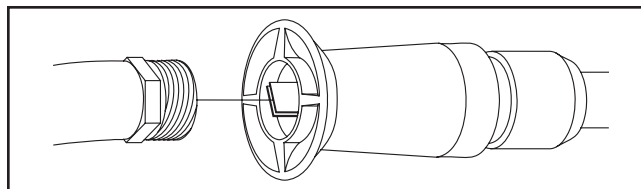

Figura 19 — Suministrar flujo de agua a la boquilla
- Usando una manguera de jardín, remueva cualquier desecho adicional, poniendo agua en la extensión de la boquilla (Figura 19). Haga ésto de 30 a 60 segundos. Gire la extensión de la boquilla ajustable a "stream spray" (chorro rociador) y mueva la boquilla de "low" (bajo) a "high" (alto), mientras drene el agua.